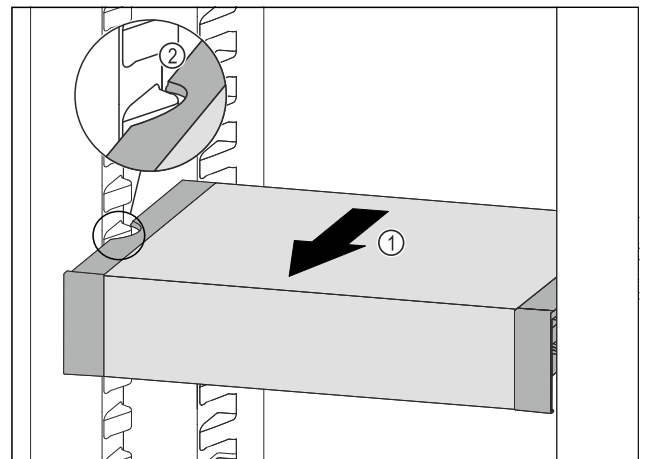

Fig. 63
- ▶ Trageți în față VarioSafe *Fig. 63 (1)*, până când degajările laterale ale VarioSafe se află la înălțimea nervurii recipientului din frigider. *Fig. 63 (2)*